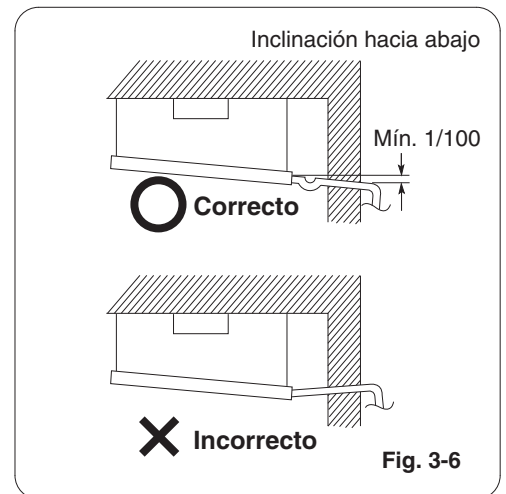

Fig. 3-6
- (3) Asegúrese de que el tubo de drenaje tenga pendiente descendente (1/100 o superior). (Consulte la Fig. 3-6)
- (4) El tubo de drenaje con sifón debe instalarse lejos de la unidad interior.
- (5) No instale por la fuerza el tubo de drenaje en los tubos de la unidad interior. Si realiza la instalación por la fuerza, podrían producirse fugas de agua.
- (6) El tubo de drenaje debe fijarse lo más cerca de la unidad interior posible. No hacerlo podría ocasionar fugas de agua.
- (7) No conecte ningún dispositivo de purgado de aire. Si lo conecta, el agua de drenaje podría salpicarse fuera del tubo de drenaje.
- (8) Cuando se complete la instalación del tubo de drenaje, realice una prueba de fugas de agua y compruebe si se producen fugas. En caso de ser así, podrían producirse fugas de agua o condensación.
- (9) Cuando se complete la instalación del tubo de drenaje, realice la prueba de drenaje para comprobar que el agua fluye con suavidad. Si no fluye correctamente, podrían producirse fugas de agua o condensación.
- (10) Cuando haya terminado correctamente el trabajo de instalación del tubo de drenaje, envuelva el material aislante en torno al tubo de drenaje del lado interior.